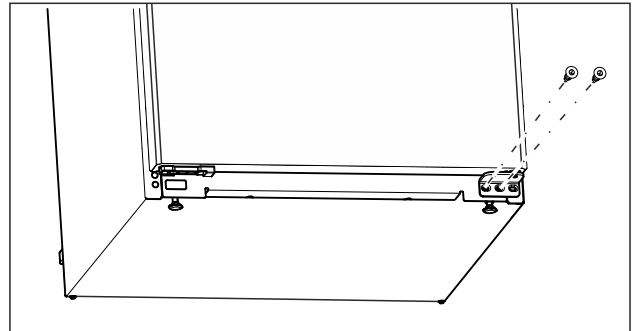

Fig. 14
- ▶ Kierrä alemmassa laakerijalustassa keskimäinen ruuvi ulos Torx 20 -ruuvimeisselillä. (katso Fig. 14)
- ▶ Kierrä alemmassa laakerijalustassa sisempi ruuvi ulos Torx 20 -ruuvimeisselillä. (katso Fig. 14)